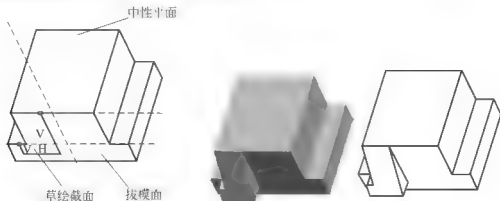

图 5.82 中性平面草绘分割拔模
(3) 中性平面草绘分割拔模: 草绘分割时拔模面被草绘截面分为内、外两个不同的区域, 分别进行拔模操作。草绘的几何可以封闭也可以开放, 但截面的形状要让系统能够明确判定拔模参照曲面的两个不同区域, 如图 5.82 所示。